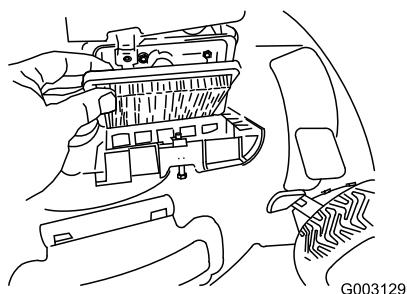

Figura 35
- Cambie el filtro de aire (Figura 35).